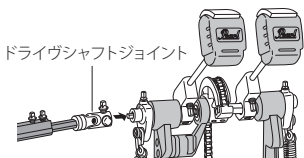

図12
2.メインペダル (右側)の左の接続部に、反対側のドライブシャフトジョイントを差し込み、キーボルトで固定します (図12)。